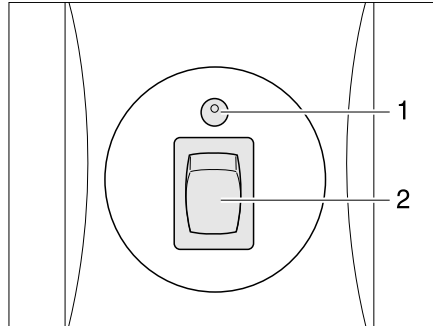

Bild 103 Bedieneinheit
An der Bedieneinheit (Bild 103) können nur die elektrischen Funktionen geschaltet werden. Die Haupt-Absperrventile der Gasflaschen müssen von Hand geöffnet werden.
Die Kontroll-Leuchte an der Bedieneinheit zeigt den Zustand der Gasanlage an. Wenn die Kontroll-Leuchte (Bild 103,1) grün leuchtet, ist die Anlage in Ordnung. Wenn die Kontroll-Leuchte rot blinkt oder leuchtet, liegt eine Störung vor. Die Gasversorgung ist unterbrochen.
- Anlage an der Bedieneinheit (Bild 103) einschalten. Dazu den Wippschalter (Bild 103,2) auf "I" stellen. Die Kontroll-Leuchte (Bild 103,1) blinkt gelb (Systemtest) und leuchtet dann grün.
- Den Wippschalter (Bild 103,2) auf "O" stellen. Die Kontroll-Leuchte (Bild 103,1) erlischt.